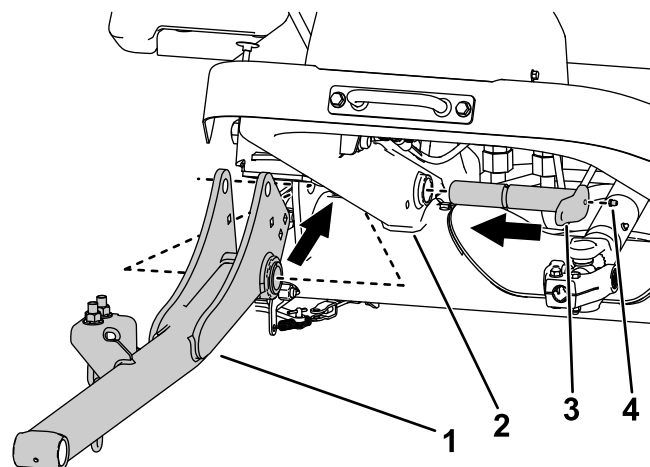

図 5
2. 大きいピン2本を使用して昇降アームをマシンのフレームに取り付ける 図 5。
3. 大きいピンにグリスフィッティングを取り付ける 図 5。